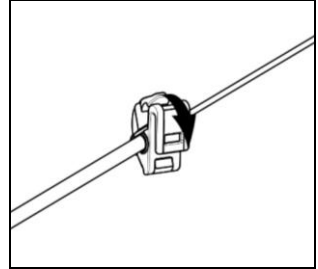

Abb. 26
- Schließen den Clip wieder (Abb. 26).